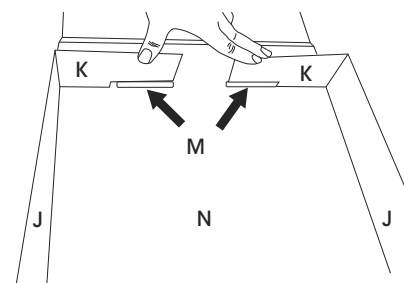

Figure 18
2. Sur un des côtés du couvercle, pliez les côtés (K) au-dessus des fentes (M). (Voir Figure 18)